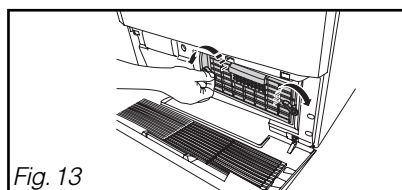

Fig. 13
- Déverrouillez le condenseur (Fig.13).